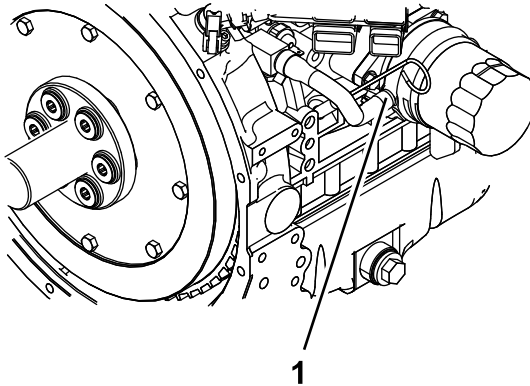

Figura 57
- Retire la manguera de refrigerante del enfriador de aceite y vacíe el refrigerante del bloque motor (Figura 57).